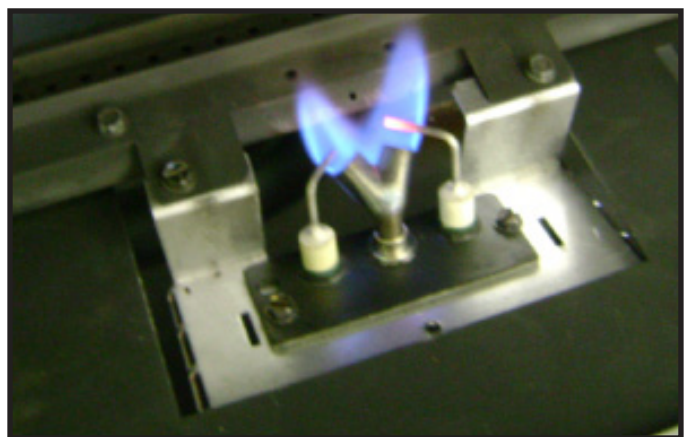

Figure 3.1 Modèle de flamme de la veilleuse IPI
- Inspectez le modèle de la flamme de la veilleuse et sa force. Voir la Figure 3.1 pour un modèle correct de flamme de la veilleuse. Nettoyez ou remplacez le raccord, au besoin.